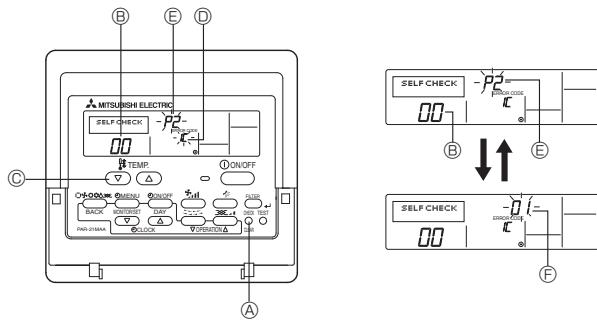

Fig. 9-3
9.3.1. Comando a distanza con filo (Fig. 9-3)
- ① Attivare l'alimentazione.
- ② Premere due volte il pulsante [CHECK].
- ③ Impostare l'indirizzo refrigerante con il pulsante [TEMP] se è utilizzato il controllo di sistema.
- ④ Premere il pulsante [ON/OFF] per arrestare l'autodiagnosi.
- (A) Pulsante CHECK
- (B) Indirizzo refrigerante
- (C) Pulsante TEMP.
- (D) IC: Unità interna